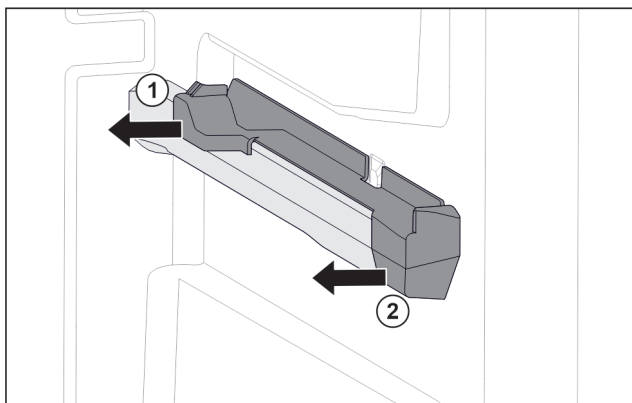

Fig. 61 Element nasadzany na prawym żebrze pojemnika
- ▶ Odciągnąć element nasadzany z tyłu w bok. Fig. 61 (1)
- ▶ Odciągnąć element nasadzany z przodu w bok. Fig. 61 (2)